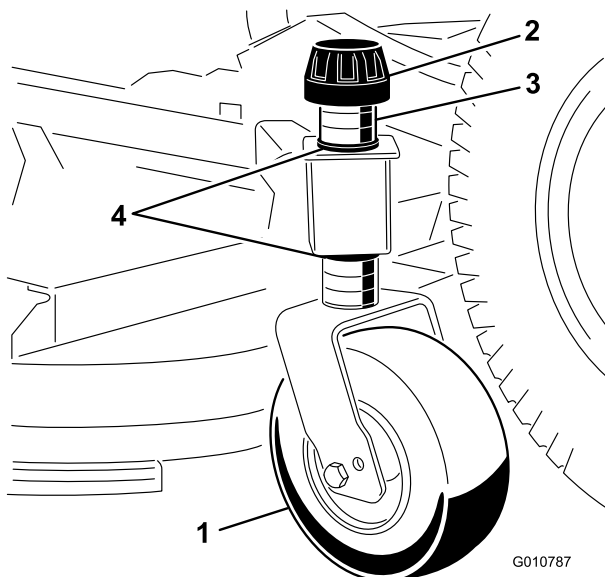

図9
1. ゲージホイールをカッティングデッキのブラケットに固定しているテンショニングキャップを外す図9。